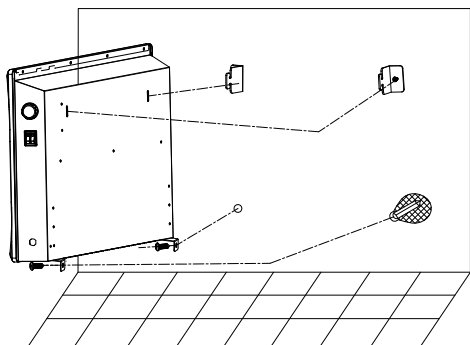

Рис. 7
7. Разместите прибор на стене, повесив его на кронштейны и зафиксировав, с помощью шурупов через крепежи в нижней части прибора (рис. 7).